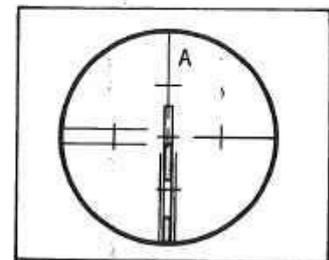
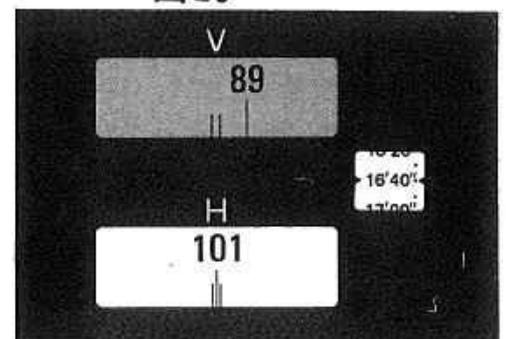

図20
図21
- 4) 目標Aを視野に入れ、下部固定つまみ⑬を締め、下部微動つまみ⑭で目標Aを視準します。(図20)
- 5) 水平固定つまみ⑧をゆるめ、目標Bを視野に入れ、水平固定つまみを締めて、水平微動つまみ⑨で正確に視準を行ないます。
- 6) マイクロメータ接眼レンズ⑫を覗き、マイクロつまみ③を回して水平角を読み取ります。(図21)